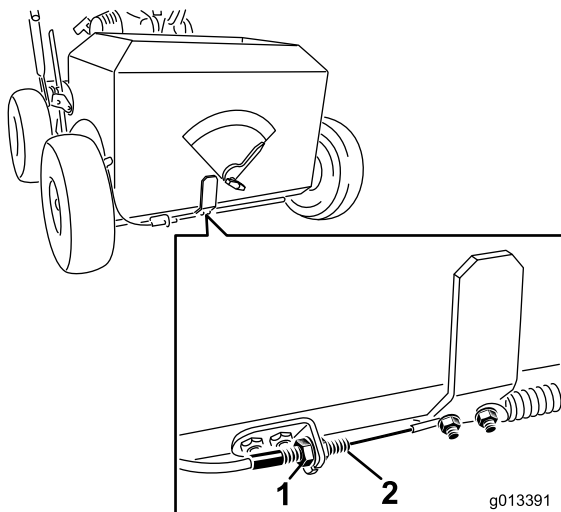

Figura 26
4. Afloje las tuercas del cable de control de la trampilla de las semillas (ver Figura 26).